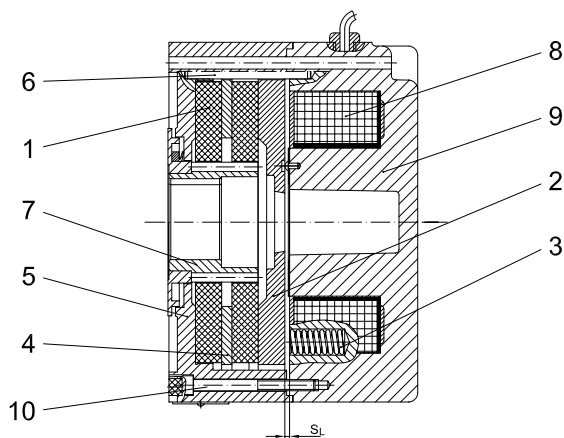

Рис. 1. Пружинный тормоз с промежуточной пластиной серии Z..
- 3 Принцип действия** Принцип действия изображен на рис. 1 на примере однодискового пружинного тормоза (серия Z..).
На основе изображенных на рис. 1 вариантов исполнения все тормоза могут быть оснащены следующим дополнительным оборудованием:
В случае последующего монтажа поводок (7 на рис. 1) нагревается до 80°C и надевается на удлиненный вал ротора.